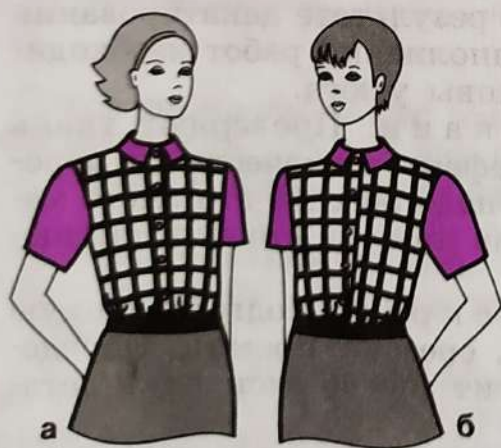

Рис. 15. Раскрой деталей изделия из ткани с рисунком:
4. Раскладка деталей выкройки на ткани. При раскладке деталей выкройки на ткани долевая нить ткани и направление долевой нити, указанное на деталях выкройки, должны совпадать. При раскладке необходимо также учитывать рисунок и волокнистый состав ткани (рис. 15):